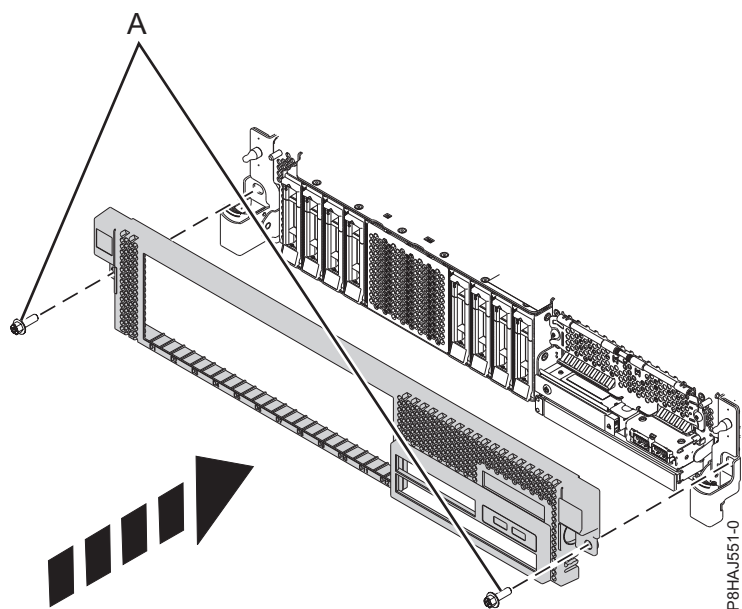

図 62. 前面カバーの取り付け
3. 114 ページの図 62 に示す方向にリリース・ラッチを押して、閉じます。カチッという音がしてカバーが正しい位置に収まります。カバーにはより簡単につかむことができるくぼみがあります。
4. 配送用ねじ (A) を再取り付けします。